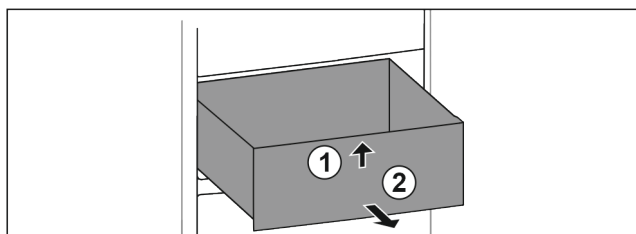

Fig. 13
- ▶ Unieść z przodu Fig. 13 (1).
- ▶ Wyjąć do przodu Fig. 13 (2).